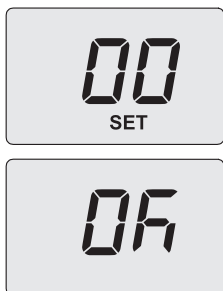

Рисунок 8.5
- На дисплеї з'явиться повідомлення **SET** (налаштовано) (Рисунок 8.5).
- Натисніть кнопку 14 (Рисунок 8.2) для підтвердження введеного значення. На дисплеї на 3 секунди з'явиться повідомлення **OK** (Рисунок 8.5).